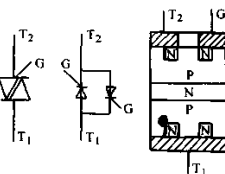

图 5-41 双向晶闸管电路符号和结构图
(1) 电路符号。如图 5-41 所示是双向晶闸管电路符号及其等效结构图。